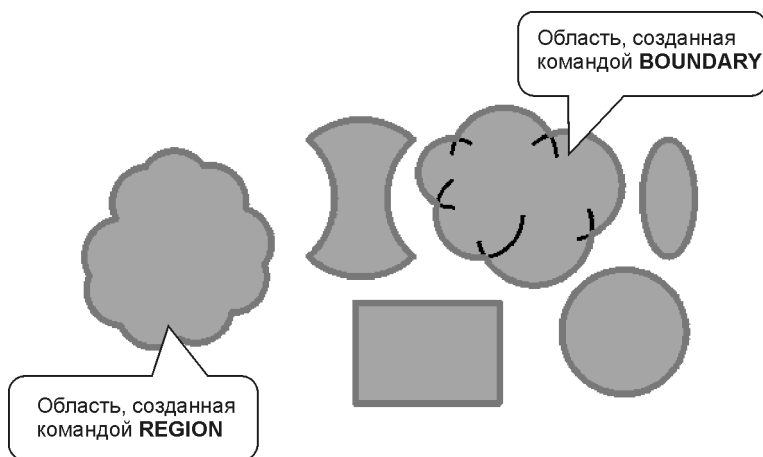

Рис. 4.6. Область, созданная из пересекающихся кривых
- 4. Нажмите клавишу <Enter> для создания региона из построенного контура, который окружает указанную точку (рис. 4.6).